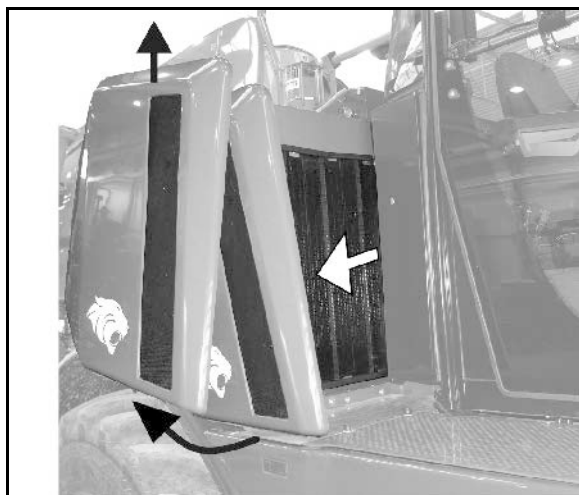

Рис. 169
1. Отверните барашковую гайку на кожухе фильтра (Рис. 169/1).
2. Снимите кожух фильтра и извлеките наружный фильтрующий элемент (Рис. 169/2).
6. Ежегодно заменяйте внутренний фильтрующий элемент (Рис. 169/3) (ни в коем случае не очищайте его).
- Отверните шестигранную гайку (Рис. 169/4) и извлеките внутренний фильтрующий элемент.